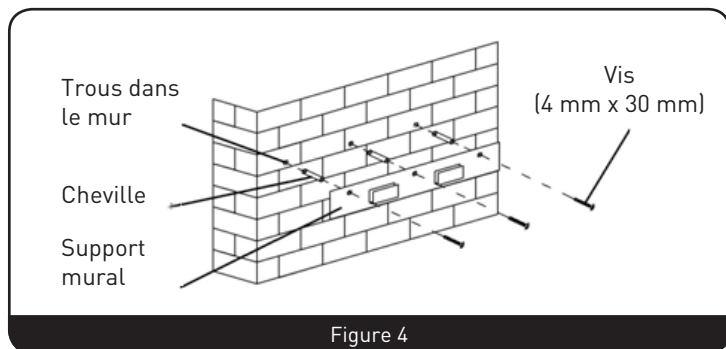

Figure 4
- Percez 3 trous de fixation du support. Fixez le support sur le mur avec les vis et les chevilles murales fournies. (Figure 4)